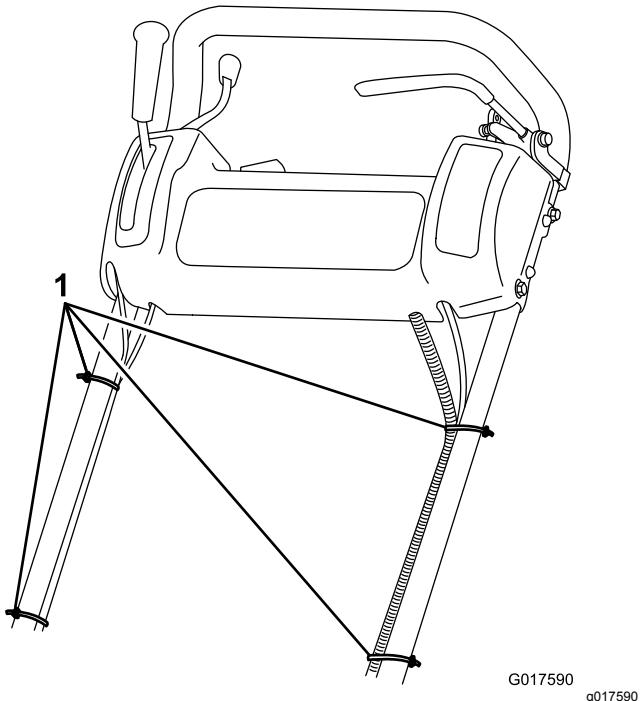

Figure 5
7. Fixez les câbles et le faisceau de câblage au guidon à l'aide des serre-câbles (Figure 5).